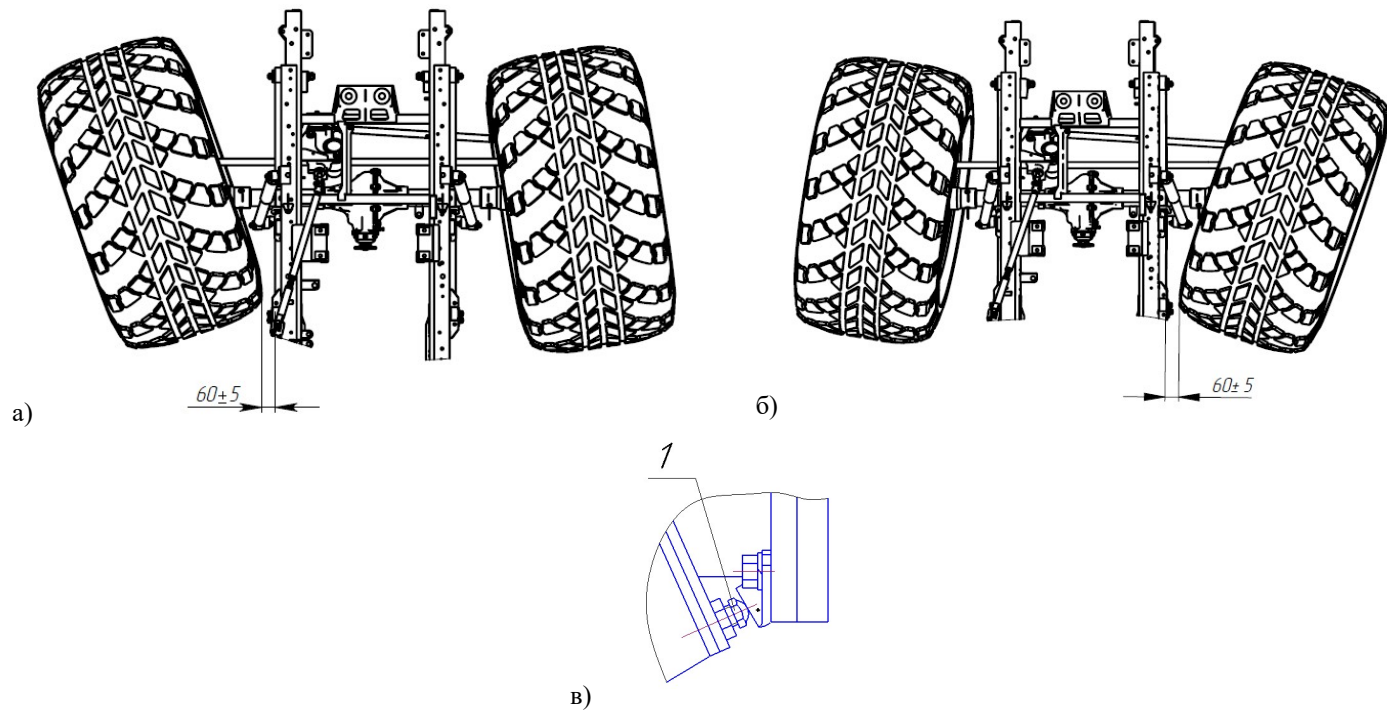

Рис. 6.21. Регулировка углов поворота колес.
Произвести регулировку углов поворота колес переднего моста влево (см. Рис. 6.21 а) и вправо (см. Рис. 6.21 б). Для этого регулировочные болты упоров-ограничителей (Рис. 6.21 в) поворота колес выставить таким образом, чтобы колеса по боковой поверхности шин сзади, при поворотах до упора в регулировочные болты, не доходили до боковых поверхностей рессор на  $60 \pm 5$  мм (Редуктор КР, диск №3, шина 1280 – расстояние от боковой поверхности шин сзади до боковых поверхностей рессор – 115 мм).
13. При увеличенном зазоре от упорного болта 1 (рисунок 6.21) до балки (более 0,5...1 мм) (колеса ВТС стоят на
б) Поворачиваем руль до упора вправо. Вращаем упор ограничительного винта 1 против часовой стрелки, контролируя при этом расстояние между упорным болтом и упором (рисунок 6.21). Расстояние должно быть не более 0,5...1 мм.
в) Поворачиваем руль до упора влево. Вращаем упор ограничительного винта 2 против часовой стрелки, контролируя при этом расстояние между упорным болтом и упором (рисунок 6.21). Расстояние должно быть не более 0,5...1 мм..